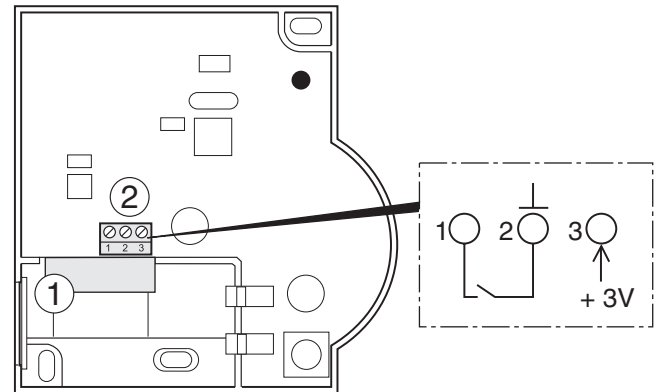

Figura 7: Conexión de la fuente de energía externa (sólo HCW 82)
- ▶ Introduzca el cable del equipo de alimentación de red hacia el interior, a través del agujero de la caja (1) (véase Figura 7).
- ▶ Conecte el cable de salida al borne (2) (véase Figura 7).
- ▶ Conecte un sensor con contacto libre de potencial al HCW 82 (instalación en la conexión 1 y conexión 2, véase Figura 7 (2), página 21).